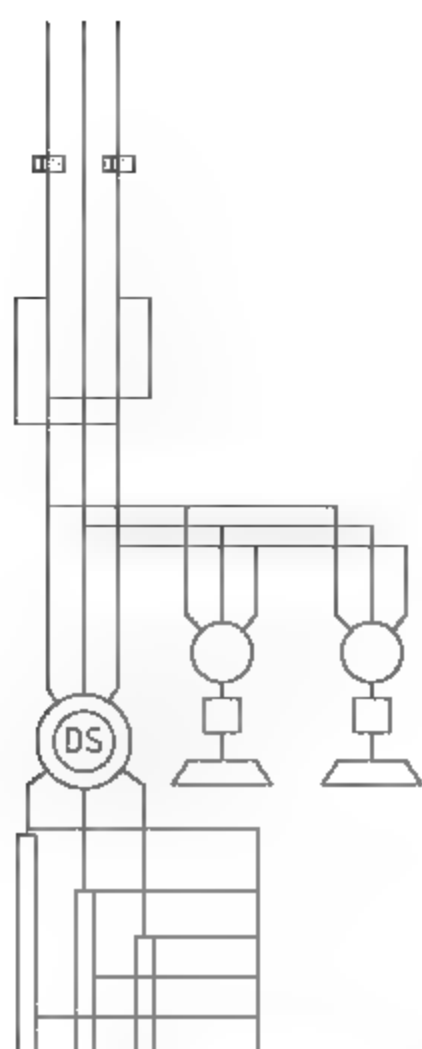

图11-12 调入元件
**12** 调入元件图块。在本书配备资源中的“素材\第11章\电气图例.dwg”文件中选择开关等图形，并将其复制粘贴至电路图中，如图11-12所示。